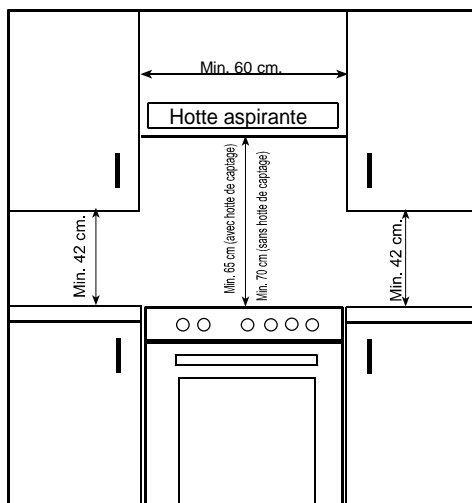

figure 1
- La cuisinière peut être placée près d'un autre meuble, mais veillez à ce que la hauteur des meubles environnants ne dépasse pas la hauteur de la cuisinière (fig.1).